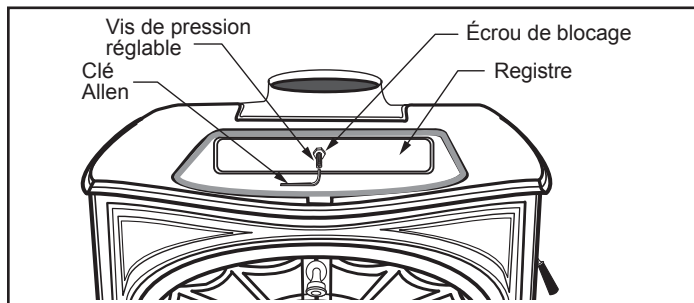

Figure 6.2 – Régler le registre à l'aide d'une clé Allen.
1. Enlevez la plaque. Desserrez l'écrou de blocage au centre de la plaque (figure 6.2).